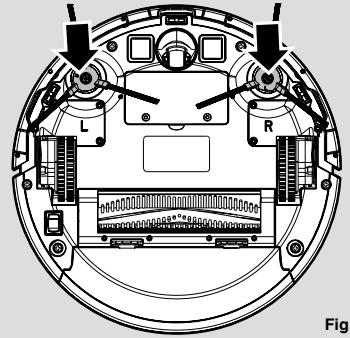

Fig. 3
6. Premere le due spazzole rotanti L e R sui supporti fino a farle scattare in posizione. Prestare attenzione ai punti L e R indicati sull'apparecchio e alle spazzole. **[Fig. 3]**